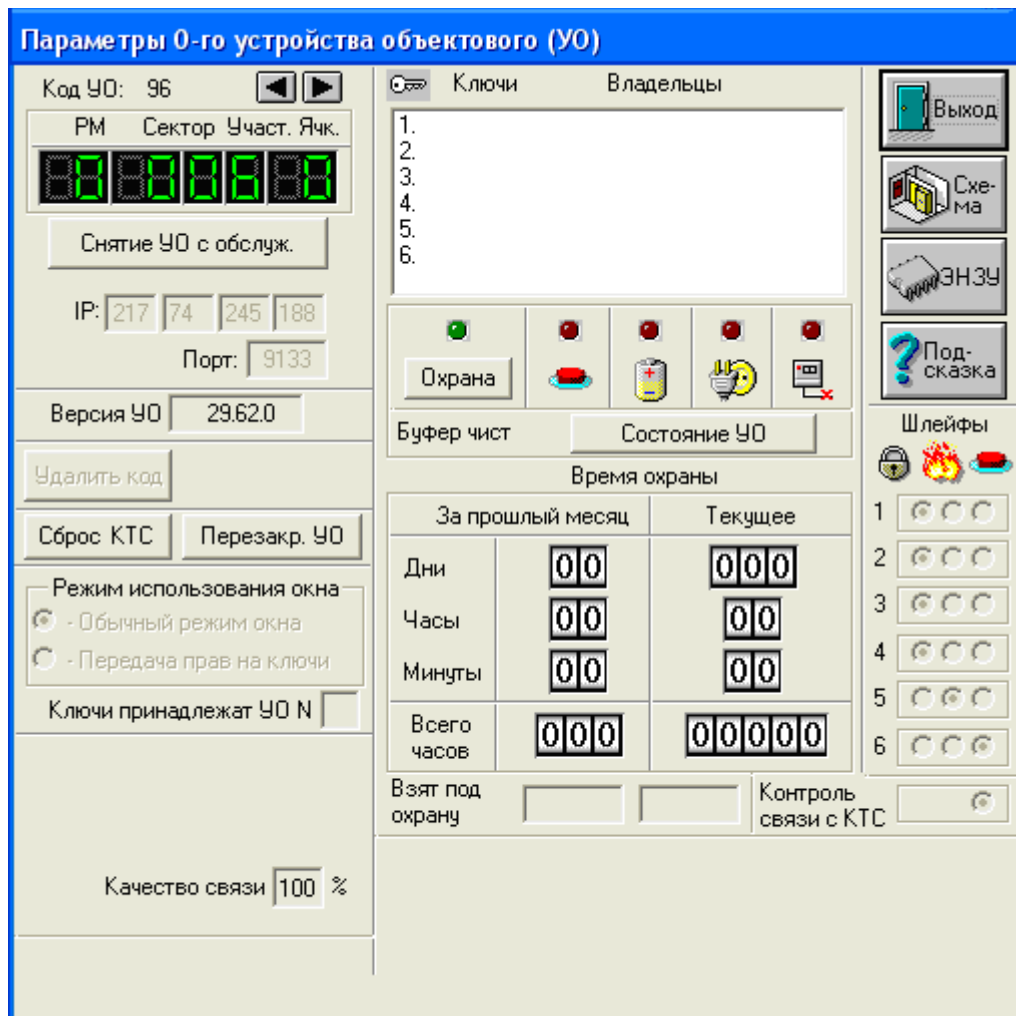

Рисунок 2. Окно «Параметры УОО».
6.42. В программе сервера ПЦН необходимо открыть заранее созданную карточку объекта. Откройте в карточке объекта окно «Параметры УОО» (рисунок 2) и установите точно такую же конфигурацию шлейфов, как при программировании. Если имеются тревожные шлейфы, установите отметку «Контроль связи с КТС». Установите УОО на обслуживание в нужную ячейку ресурсов системы.